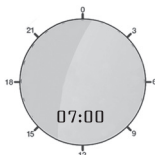

Рисунок 6. Настройка времени
нажмите и удерживайте нажатыми клавиши ▲ (10) и ▼ (11) в течение 5 сек. На дисплее появится время с мигающей индикацией минут (рис. 6).